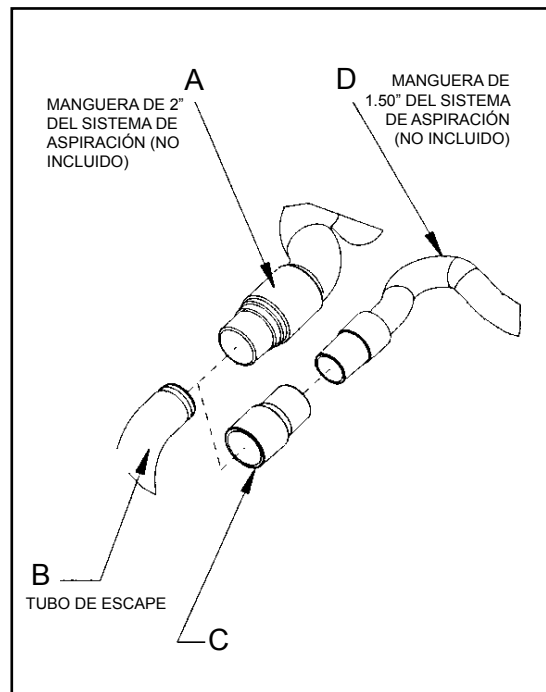

Figura 1
1. Instale el extremo de manguera de 2" (figura 1, A) directamente sobre el tubo de escape (figura 1, B).
1. Instale el adaptador del extremo de manguera de 2" x 1½" (Nº de pieza 30563A) (figura 1, C) sobre el tubo de escape (figura 1, B).
2. Inserte el extremo de manguera de 1½" (figura 1, D) en el adaptador (figura 1, C).